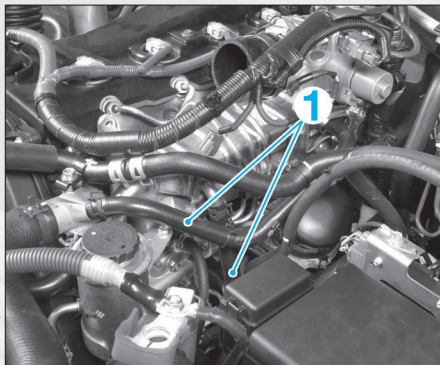

FIG. 54
- Débrancher les durits de refroidissement (1) (fig. 54).